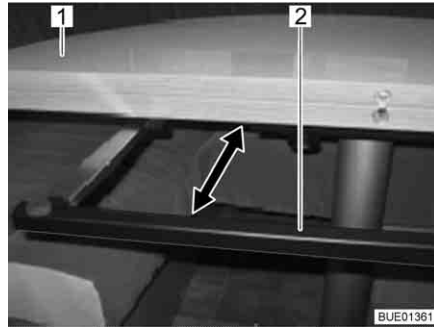

Bild 96 Stützbügel
- Stützbügel (Bild 96,2) unter der Tischplatte (Bild 96,1) bis zum Anschlag herausziehen.